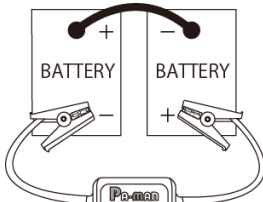

図 2
- ② 本商品のワニグチクリップをバッテリーの+端子と-端子に接続してください（+、-の区別はありません）。DC 24Vに使用する時は、図2の様にバッテリーに接続してください。